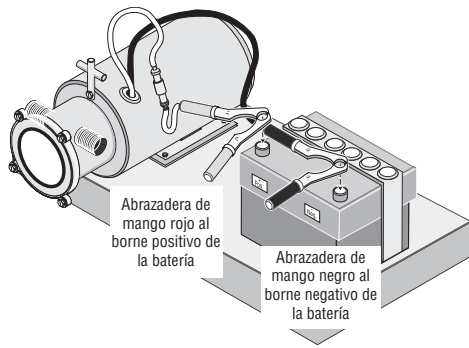

Figura 1 – Conexiones de cables
**AVISO** Esta bomba viene equipada con un motor reversible de 12 voltios CC de tipo imán permanente. Asegúrese de que esté conectado debidamente según se ilustra para la dirección del flujo indicada por medio de las flechas en la caja de la bomba (consulte la Figura 1).
7. Conecte los cables conductores del motor según se indica en la Tabla 1 y se ilustra en la Figura 1. La bomba se iniciará inmediatamente cuando se conecta a la energía.